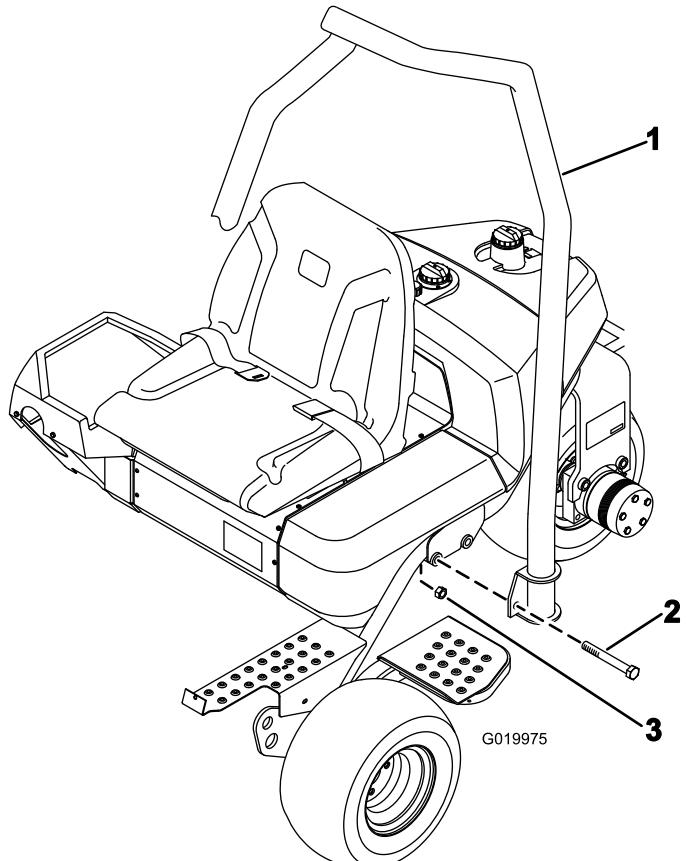

図 7
2. ROPS をフレームの上に降ろし、取り付け穴に整列させる図 7。
3. ROPS の左右それぞれをフレームに固定するボルト2本 $\frac{5}{8}$ x 4 $\frac{1}{2}$ "と、ロックナットを図 7 のように使用する。
1. ROPS の上部の湾曲部が機体の前方を向くように ROPS を配置する図 7。